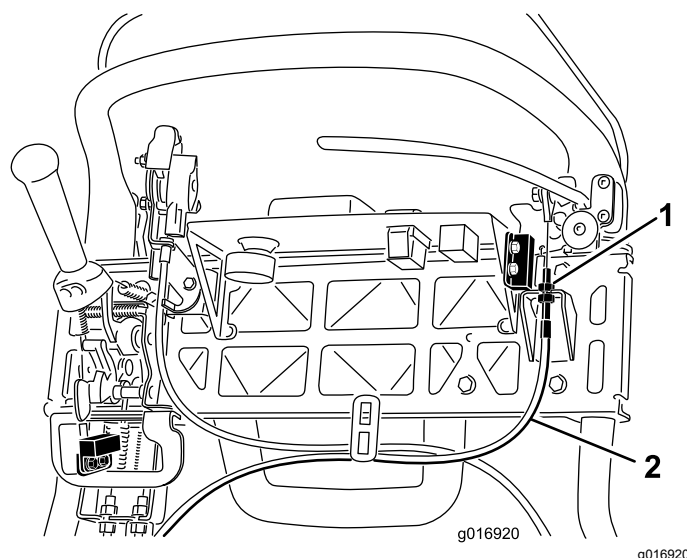

Figura 44
4. Per aumentare la tensione del cavo, allentate il controdado del cavo superiore e serrate il controdado del cavo inferiore (Figura 44) finché non occorre applicare una forza di 156 N sulla stegola della leva del freno per rilasciare il fermo del freno di stazionamento. Non regolate eccessivamente, perché la cinghia del freno potrebbe opporre resistenza.